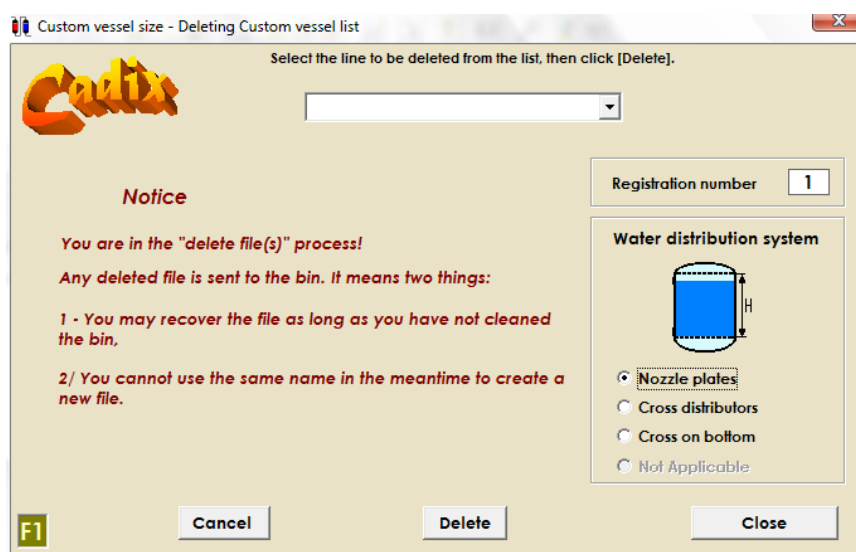

Figura 5.42: Ventana para borrar las dimensiones del recipiente
- **“Delete vessel dimensions”**: Borrar las dimensiones del recipiente. La ventana para borrar las dimensiones del recipiente se muestra en la figura 5.42, en el cuadro de arriba se elige un archivo de recipientes ya guardado con anterioridad, una vez seleccionado presionar “Delete” para borrarlo.
El texto rojo mostrado a la izquierda de la figura 5.42 avisa que cualquier archivo borrado es enviado a la papelera de reciclaje, por tanto mientras no se vacíe la papelera se puede recuperar el archivo. Por último avisa que no se puede utilizar el mismo nombre para crear un nuevo archivo.